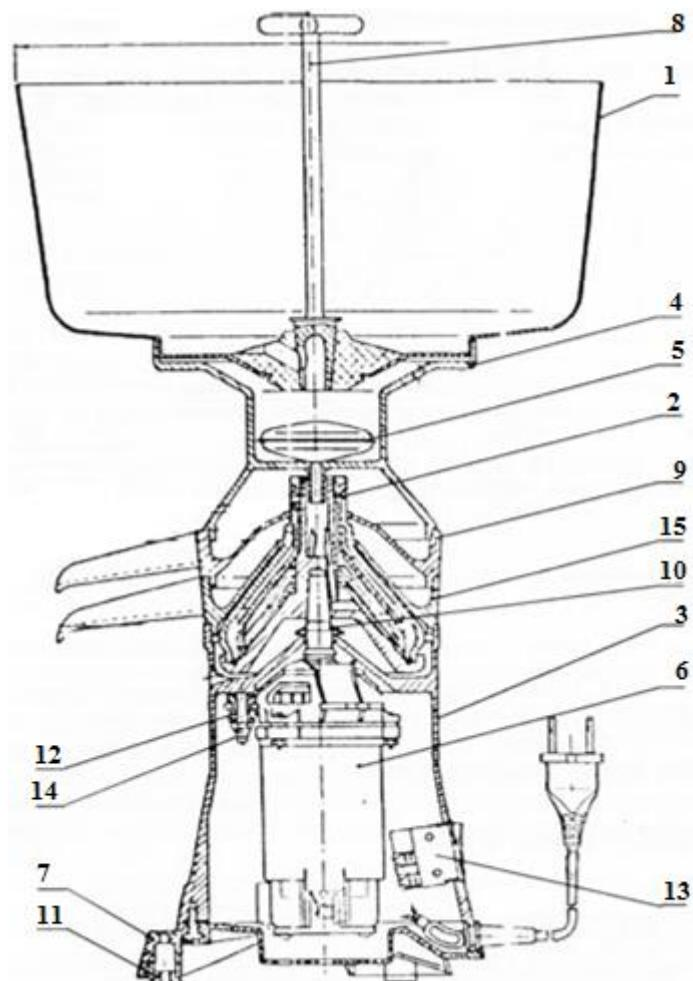

Рисунок 1: Сепаратор
Посуда (рис. 1) состоит из молокоприемника с пробкой, камеры поплавковой, поплавка, приемников сливок и обрата.
1. Перед включением придерживайтесь следующей последовательности сборки: наденьте собранный барабан на конусную часть вала, слегка прижав его рукой сверху (рис. 1).
2. Установите приемник обрата (15), приемник сливок (9). Обратите внимание на правильность их установки на корпус и между собой.